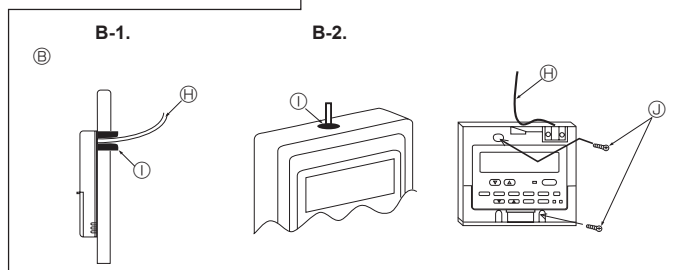

Fig. 6-8
(2) Selle la entrada del cable del control remoto con masilla para evitar que puedan entrar gotas de rocío, agua, cucarachas o gusanos. (Fig. 6-8)